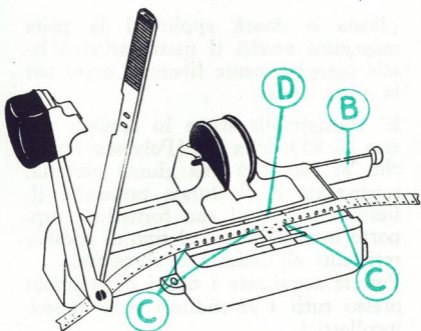

Fig. 2
The most important features of Polyester tape are: strong, heat and humidity resistance, dry adhesive. Therefore you will not have a «gummy» surface at the edges of the splice and a cloggy pressure channel in your projector. Approximately 380 splices can be made with one roll of adhesive tape. If film has a recorded sound track it may be convenient to splice without removing frames — in order not to lose words. This operation is possible by merely placing the two ends of film on plate (D) fig. 2, and then proceeding with instructions as per paragraph 4 and onwards.
Falls der Film schon vertonte Spur besitzt, ist es angebracht, die Klebung ohne vorherigen Schnitt durchzuführen, um Wörterverlust zu vermeiden. In diesem Fall werden die beiden Filmenden direkt auf der Führungsplatte (D) - Fig. 2 - zusammgelegt und entsprechend den Anweisungen in Paragraf 4 usw. geklebt.
Si la pellicule est déjà pourvue d'une piste enregistrée, il peut être nécessaire d'effectuer la collure sans couper le film. Cette opération est possible, en plaçant les deux morceaux de films sur la platine (D) fig. 2, et en procédant suivant les opérations indiquées aux paragraphes 4 et suivants.
Con un rotolino di 10 metri di lunghezza potrete eseguire circa 380 giunte. In alcuni casi, specie se la pellicola è già pistata e sonorizzata, può essere desiderabile effettuare la giunta senza rifilare la pellicola sulla rottura, in modo da non perdere alcun fotogramma. Tale operazione si esegue disponendo semplicemente sulla matrice (D) (fig. 2) le due testate della pellicola per poi proseguire con le operazioni descritte dal paragrafo 4 in avanti.